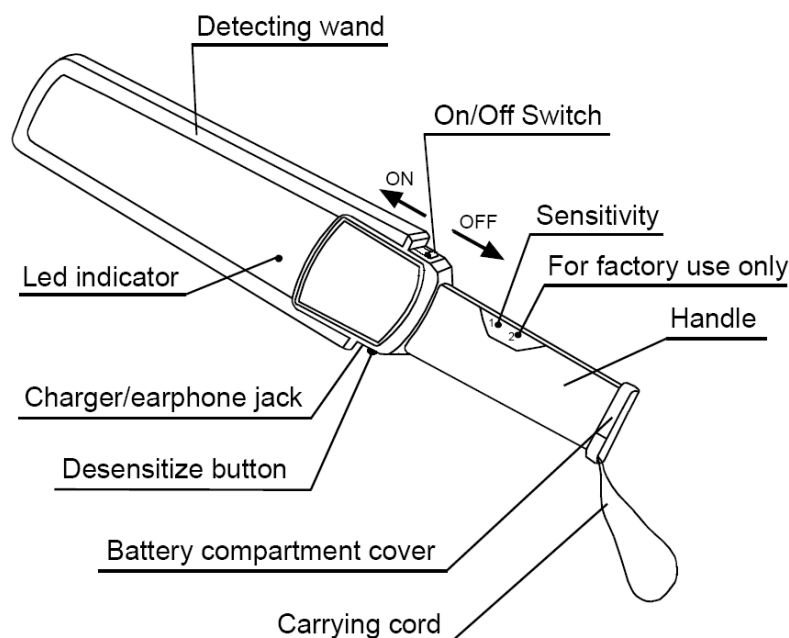

Рисунок 1:
2. Введите внутрь отверстия № 1 диаметром чуть более 3 мм совсем небольшую отвертку до момента соприкосновения с регулировочным винтом, который там находится (см. Рисунок 1 – отверстие для регулировки обозначено «(1) Чувствительность». **Не пытайтесь ничего регулировать во втором отверстии, которое предназначено исключительно для использования производителем).**